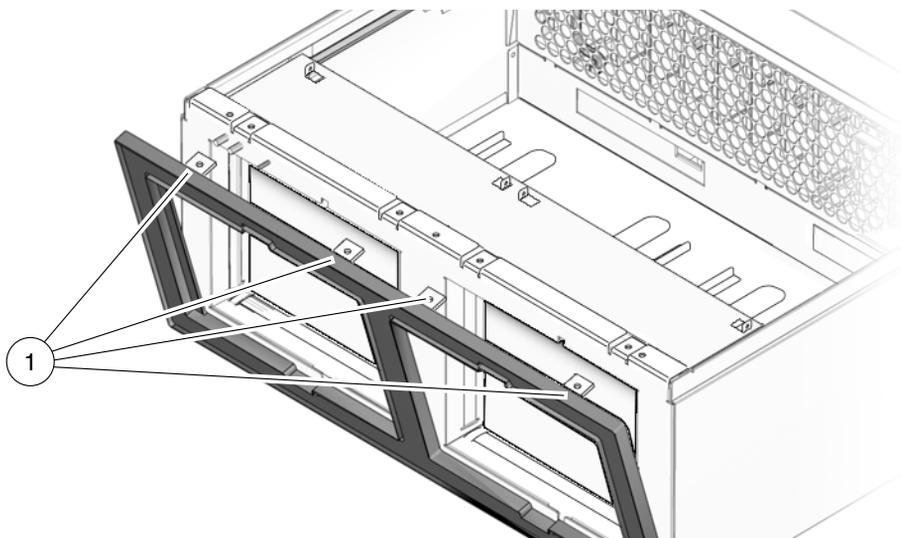

FIGURE 4-8 Vis du cache
4. Utilisez un tournevis cruciforme n° 2 pour retirer les 4 vis situées dans la partie supérieure du cache (FIGURE 4-8), puis basculez la partie supérieure du cache pour l'éloigner de l'unité d'extension E/S externe et soulevez le capot pour l'enlever.